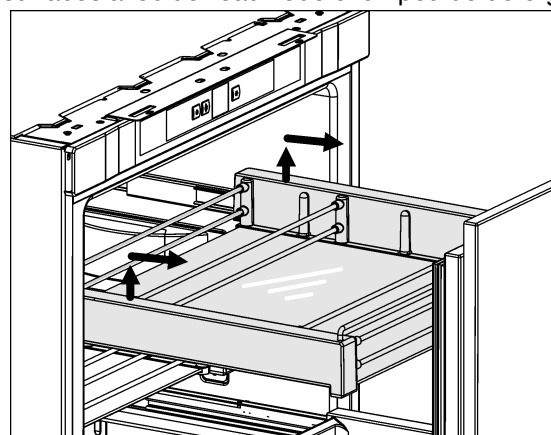

Fig. 32
- **Démonter les surfaces de rangement** : soulever les baguettes de maintien Fig. 32 (1), ôter les fixations Fig. 32 (2) des baguettes Fig. 32 (3) et retirer les pièces latérales Fig. 32 (4) du fond en verre.